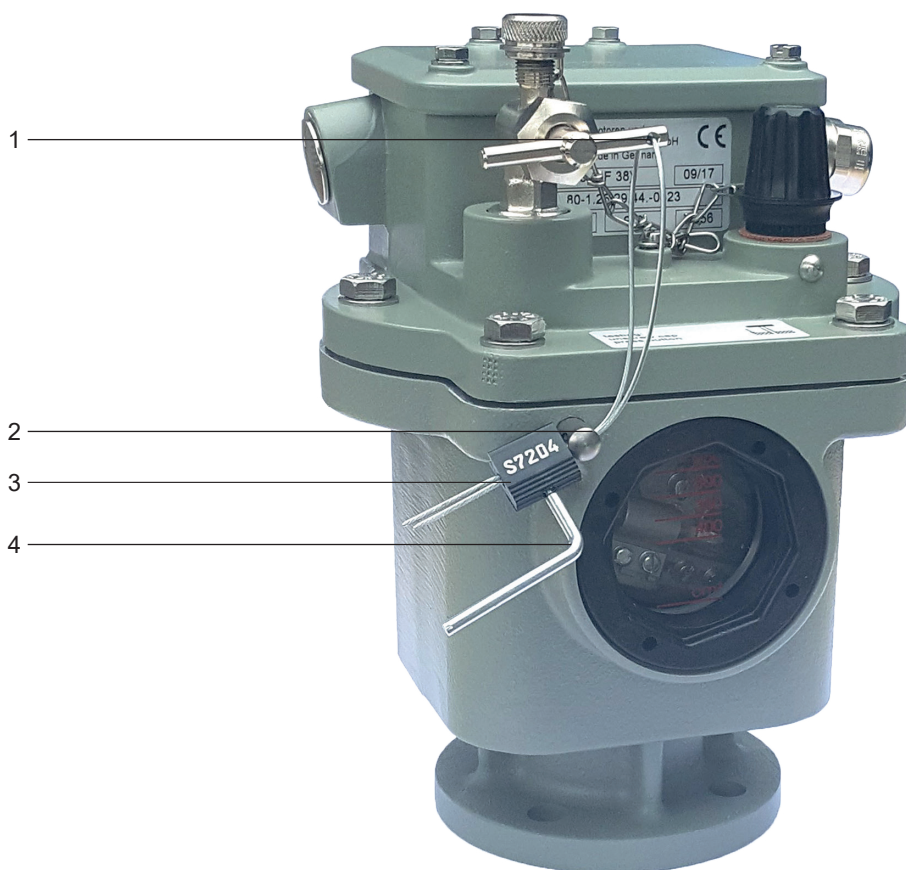

图17 - 带有铅封件的继电器
- 如图17所示，保险钢丝穿过阀门手柄（图17中1）和外壳体上（图17中2）的孔
- 然后钢丝两端穿过铅封件（图17中3）并拉紧
- 使用提供的工具（图17中4）拧紧铅封件的锁定螺钉，用以固定已拉紧的钢丝
如图17所示，有保险铅封件的继电器将不提供防护盖。